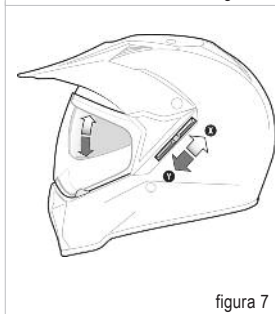

figura 7
Ver figura 7
**O acionamento da viseira para-sol interna é feito através do movimento do botão localizado na parte lateral esquerda do MX Tourer (Ver figura 7).**